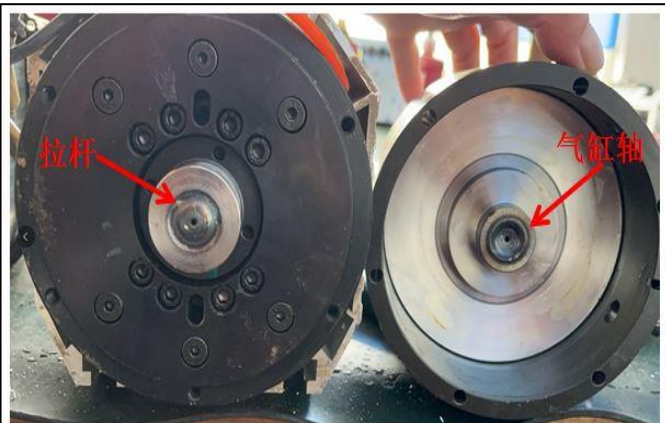

图1
1. 刀柄使用前确保拉丁紧固到位(图1)。
1. 如果安装板的长度超过机壳的本体长度，安装时候确认 A 面要低于 B 面(图 1)。
3. 使用过程中，一定要在主轴完全停止的状态下进行换刀，防止气缸轴与拉杆出现摩擦引起转轴卡死(图1)。